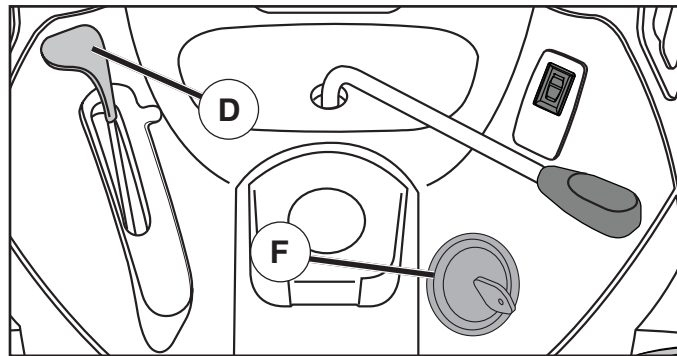

Fig. 6
- Mueva el control de aceleración (D) a la posición rápida.
- Gire la llave de ignición (F) a la posición de apagado "STOP" y remueva la llave al abandonar el tractor para evitar el uso no autorizado.
### PARA USAR EL CONTROL DE LA ACELERACIÓN (D) (Vea Fig. 6)